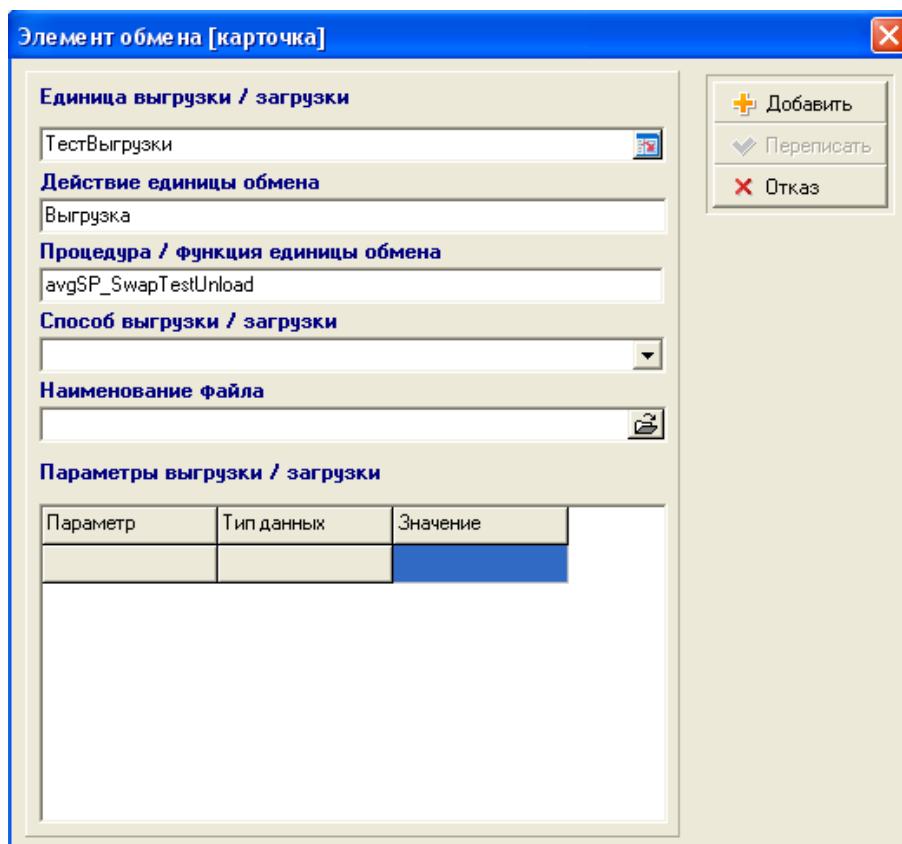

рис. 9-4. Создание элемента обмена
- 5) В появившемся окне (см. рис. 9-4) выбрать единицу обмена, установить способ выгрузки / загрузки, ввести наименование файла выгрузки / загрузки (если используется файловый обмен), установить параметры, с которыми будет вызываться единица обмена, затем нажать на клавишу «Добавить»;